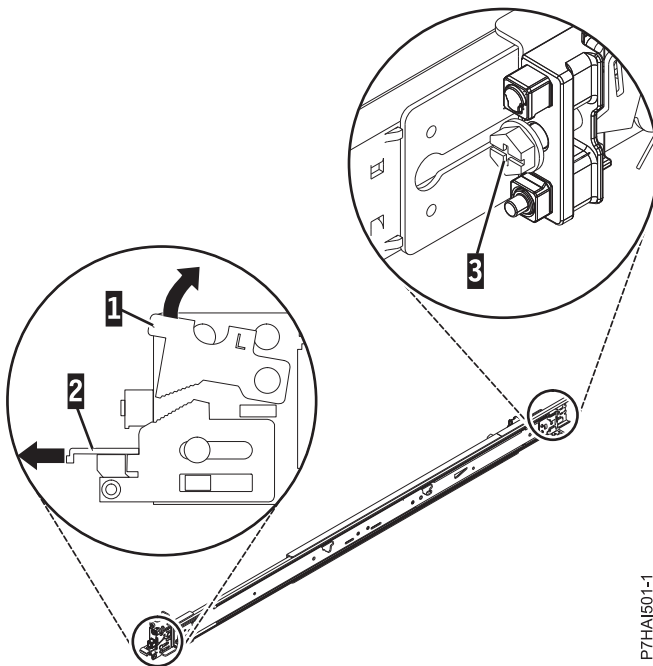

図 2. 前部ラッチを開いて後部のねじを取り外す
2. 前面のロッキング・タブ (1) を押し上げて、レールの前部にある前面ラッチ (2) を引き出します。次に、レール (3) の後部からねじを取り外します。詳しくは、図 2 を参照してください。